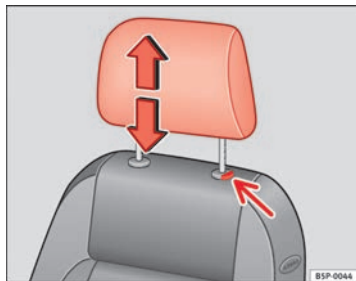

Fig. 73 Poggiatesta: regolazione dell'altezza oppure smontaggio
- Premere il tasto ⇒ fig. 73 (freccia).